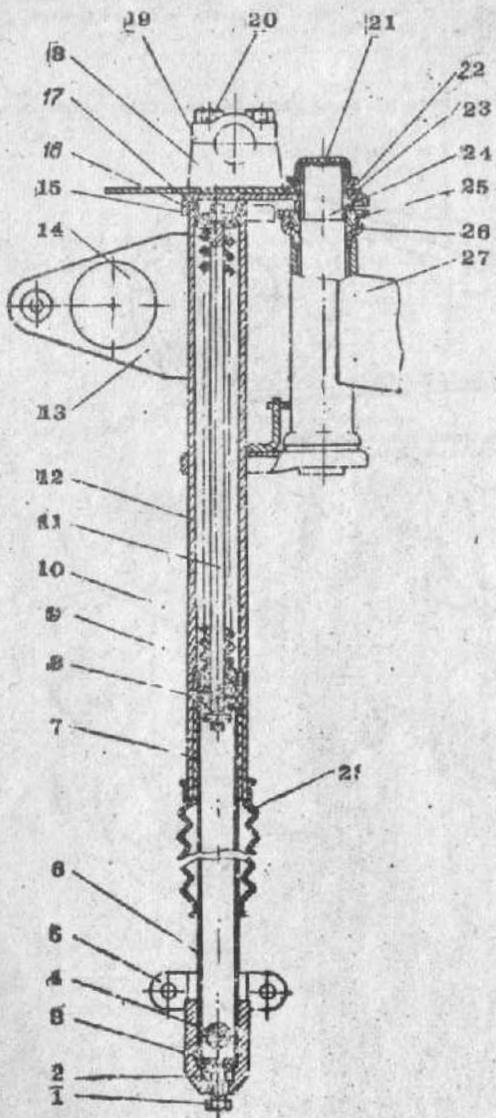

Рис. 15. Передняя вилка:
Фара устанавливается между кронштейнами 13 (рис. 15) передней вилки и закрепляется болтами.
- отпустите болты 1 (рис. 15);